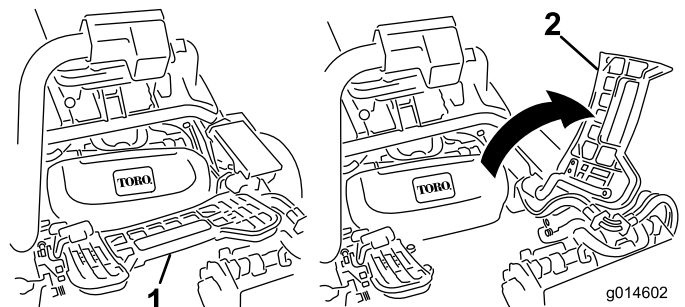

図 29
1. フットレストを跳ね上げて開き、中央カッティングユニット取り付け位置へのアクセスを確保する(図 29)。